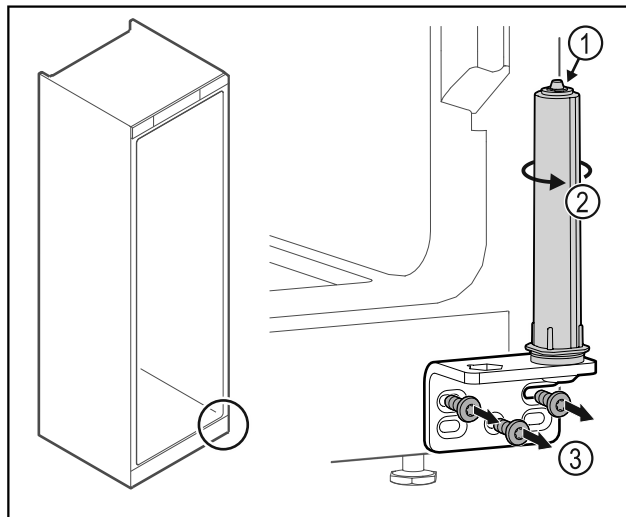

Fig. 39
- Ne razstavite sistema za zaklepanje vrat Fig. 39 (1).
- Obrčajte zaporni sistem Fig. 39 (2), dokler ne klikne.
- Odvijte kotnik tečaja vrat Fig. 39 (3).